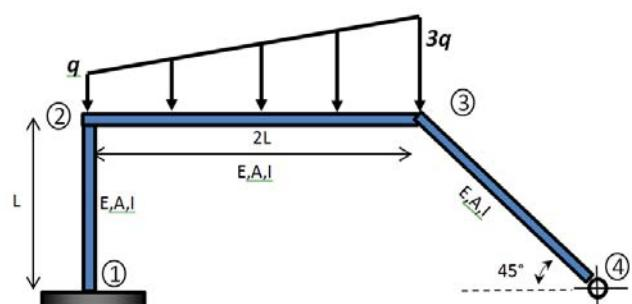

Fig. 4.4
Soit la structure formée de trois éléments barres avec quatre nœuds (Fig.4.4), sollicité à une charge linéairement répartie variant de q à $3q$ sur l'élément interconnectant les nœuds (2-3). Le nœud (1) étant encastré et le nœud 4 est articulé.